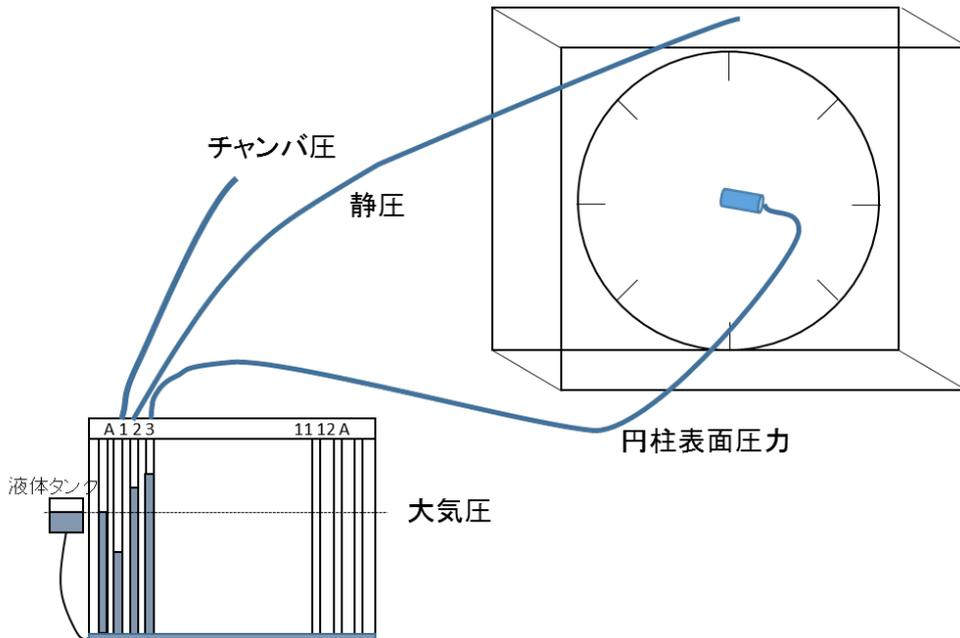

図 12 円柱表面静圧分布計
① 管1にチャンバ圧を，管2に静圧を管3に円柱表面圧力をそれぞれ導入する．図12参照